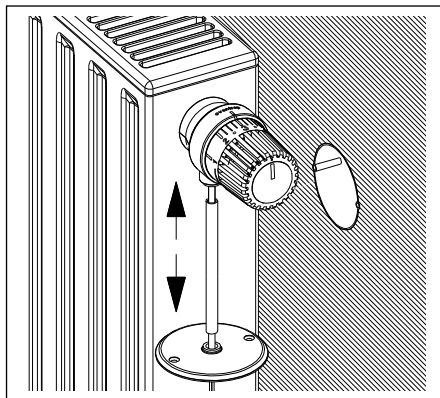

Bild 2
5. Das Kabel durch den Schuttschlauch ziehen und den Schuttschlauch in die Steckverbinder am Thermostat und Deckel bis zum Anschlag einstecken (Bild 2).
5. Trek de kabel door de beschermsslant en steek de beschermsslant in de steekverbinders van de thermostaat tot aan de aanslag (Afb. 2).